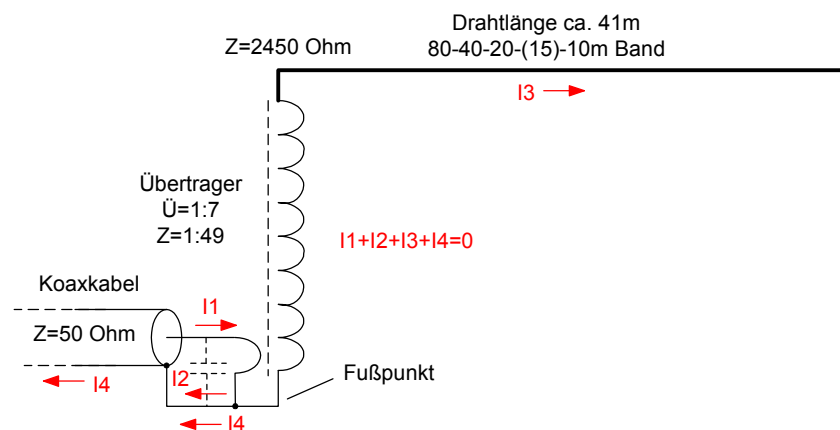
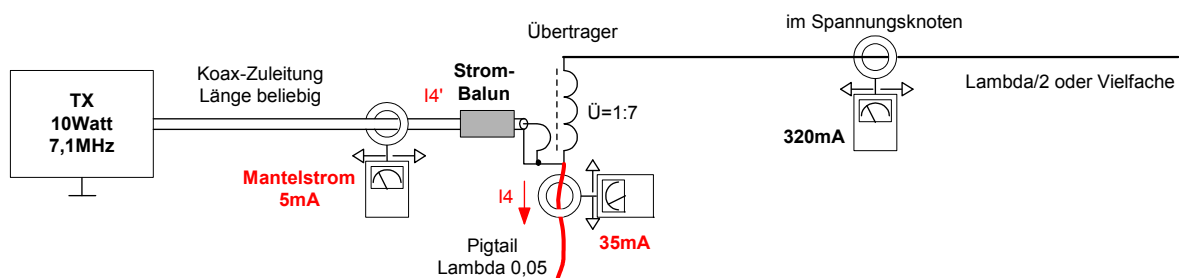
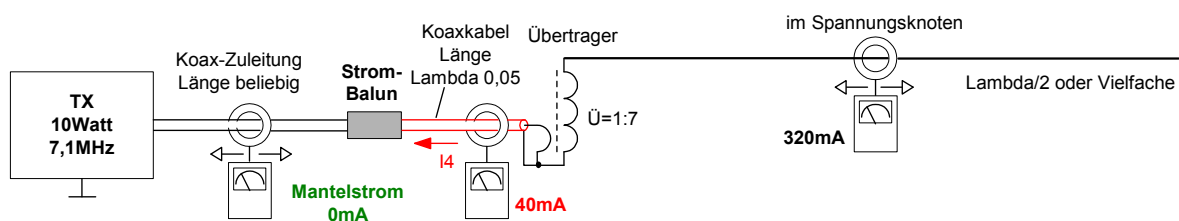

Bild 1: Prinzip einer HyEndFed-Antenne mit Resonanzen auf 80, 40, 20, 15 und 10m (4)
Bild 12: Pigtail plus Mantelwellensperre am Eingang des Übertragers
Bild 13: Koaxkabel ($\lambda 0,05$) als Gegengewicht zwischen Mantelwellensperre und Übertrager
Endgespeiste Multiband-Antennen (HyEndFed) sind sehr beliebt und mittlerweile weit verbreitet. Die Antennen sind einfach im Aufbau, werden von einem Ende aus gespeist und sind je nach Länge auf allen KW-Bändern resonant. Bild 1 zeigt den typischen Aufbau einer HyEndFed. Ein breitbandiger Übertrager mit $\dot{U}=1:7$ (oder $1:8$) transformiert das 50Ω Signal des TRX auf eine hohe Impedanz von 2450 (3200Ω) und speist damit einen Antennendraht der Länge $\lambda/2 \times n$. Ist das Draht ca. 40 lang, befindet sich die Antenne in Resonanz auf 80m als Halbwellenstrahler, auf 40m als Ganzwellenstrahler, auf 20m mit 2λ und auf 10m mit 4λ . Auf all diesen Bändern ist die Antenne im Speisepunkt hochohmig und angepasst, die Wellenausbreitung beginnt und endet in einem Spannungsbauch. Eine Abstimmung über Matchbox ist nicht erforderlich. Der Kondensator (150pF) im Primärkreis dient zur Kompensation der Sekundärkapazität und hat auf die Resonanzen keinen Einfluss.
Nach Angaben von Herstellern (1), benötigt die HyEndFed-Antenne im Fußpunkt keine Erdung oder Gegengewicht. Die Praxis zeigt, dass die Antenne, je nachdem wie und wo sie aufgebaut ist, entweder problemlos funktioniert oder auch nicht. Aufgrund der unzureichenden Symmetrierung am Einspeisepunkt der Antenne, entsteht ein Ausgleichsstrom (I_4), der über die Kurzschlussverbindung zwischen Primär- und Sekundärspule (Bild 1) auf die Abschirmung des angeschlossenen Koaxkabels abfließt und dadurch Mantelwellen produziert. Wären die Spulen im Fußpunkt nicht miteinander verbunden, müsste die Antenne über ein separates, zusätzliches Gegengewicht verfügen, ansonsten
Erst wenn man zusätzlich einen hochinduktiven Strombalun direkt vor den Eingang des Übertragers schaltet (Bild 12, 4), sperrt dieser die Gleichtaktströme auf der Leitung, so dass der größte Teil des Ausgleichsstroms über das Pigtail abfließen kann und die Koaxleitung anschließend fast frei von Mantelwellen ist. Ein kleiner Nachteil dieser Konfiguration ist, dass die Sperrdämpfung (Induktivität) des Strombaluns sehr hoch sein muß, weil er an der hochohmigen Stelle der Antenne platziert ist. Aufgrund des endlich hohen Widerstands eines Strombaluns (bis 10k Ω), fließt deswegen immer noch ein geringer Mantelstrom von ca. 5mA zurück auf die Koaxleitung.
Im Aufbau nach Bild 13, wird der Strombalun erst in einer Entfernung von $\geq 0,05 \lambda$ zum Übertrager angebracht, so dass das Stück Koaxleitung zwischen Balun und Übertrager als Gegengewicht agieren kann. Aufgrund der Entfernung zum Übertrager, befindet sich der Strombalun auch nicht mehr im Spannungsmaximum und kann seine sperrende Wirkung dadurch besser entfalten. Ein zusätzliches Pigtail als Gegengewicht am Fußpunkt der Antenne, ist jetzt nicht mehr erforderlich. Anschließend ist Koaxleitung zwischen TX und Balun völlig frei von Mantelstrom (0mA). Die Koax-Zuleitung wirkt jetzt auch nicht mehr als Empfangsantenne für den häuslichen Störnebel, so dass sich das Grundrauschen meines Empfängers in den Schaltungen nach Bild 12 und 13 im 80m-Band von zuvor S8 auf S5 verkleinerte. Der Einsatz einer Mantelstromsperre ist also auf jedem Fall empfehlenswert.
Der gemessene Antennenstrom, Mantelwellenstrom und der Grundrauschpegel des Empfängers, ist in Tabelle 1 nochmals zusammengefasst. Der HF-Strom auf der Antenne ist in allen Konfigurationen fast gleich groß und eine Aussage, die Antenne könne "so oder so" nicht funktionieren, ist nicht haltbar. Auch ohne ein externes Gegengewicht (Bild 1) arbeitet die Antenne, jedoch muß bei höheren Leistungen mit Problemen durch Mantelwellen gerechnet werden. Ein zusätzliches Gegengewicht plus Mantelwellensperre, wie in Bild 12 und 13, zeigt gute und sichere Ergebnisse. Insbesondere der Gewinn an Empfänger-Empfindlichkeit (Rauschreduzierung) bei niedrigen Frequenzen, die vorher vielleicht gar nicht bemerkt oder beachtet wurde, kann durch Einsatz einer Mantelwellensperre erheblich sein.